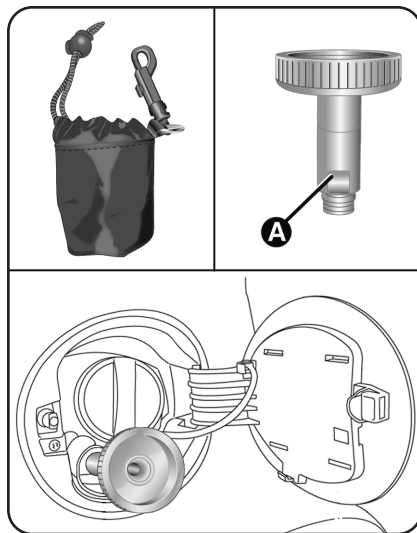

fig. 12
**AVVERTENZA** In funzione del Paese di commercializzazione esistono tipi diversi di adattatori per la pompa di rifornimento. Con la vettura viene consegnato un adattatore **A-fig. 12** all'interno di un'apposita custodia, specifico per il rifornimento nel Paese di commercializzazione della vettura stessa. Nel caso ci si dovesse recare in un altro Paese, occorre informarsi sul tipo di adattatore da utilizzare. Consegnare l'apposito adattatore di carica al personale addetto al rifornimento di GPL.